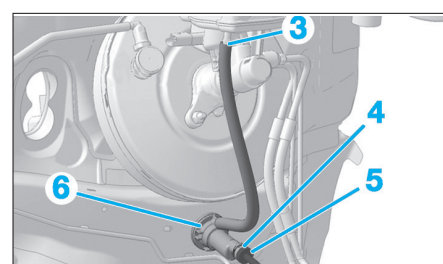

Fig. 7
- Désaccoupler le tuyau d'alimentation (2) (Fig.7).
- Obturer l'orifice du réservoir de liquide de frein (2).
- Déposer l'agrafe (3).
- Désaccoupler le tuyau hydraulique (4).
- Déverrouiller le cylindre émetteur d'embrayage (5).